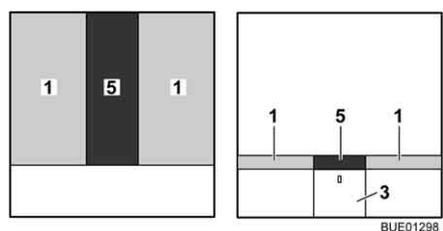

Fig. 119 Después de la transformación
- Colocar el cojín adicional (Fig. 119,5) entre los colchones (Fig. 119,1).